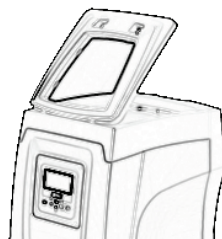

Figura 2
- **Fața A:** o ușiță permite accesul la un local tehnic. Ușița poate fi scoasă introducând 2 degete în prizele de cauciuc, strângând și rotind ușa în jurul balamalelor pe latura opusă a prizelor (vezi Figura 2). Pentru a repune ușa la loc, introduceți-o în balamale și închideți până face click.